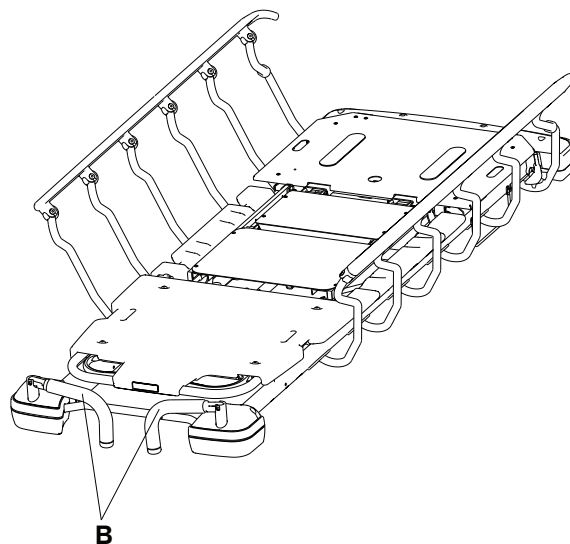

Figura 10 – Stivuirea manetelor de împingere de la capătul pentru cap
3. Inversați pașii pentru a stivui manetele de împingere de la capătul pentru cap (B) (Figura 10).